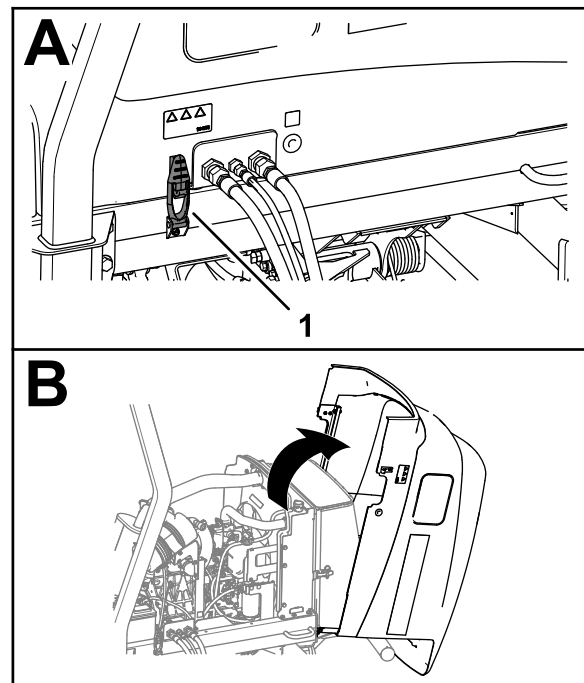

Figura 60
1. Desenganche los 2 cierres del capó (Figura 60).